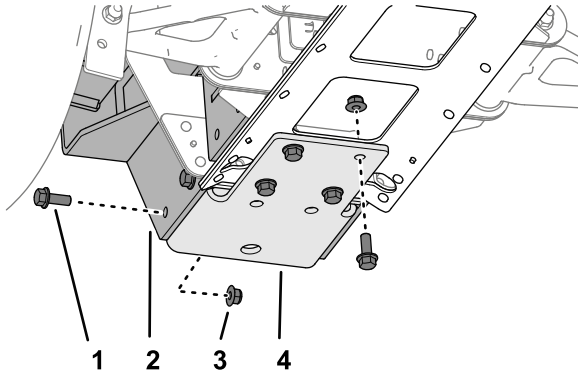
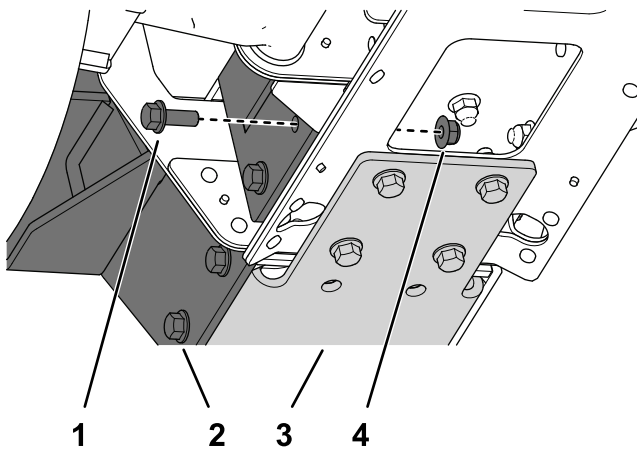
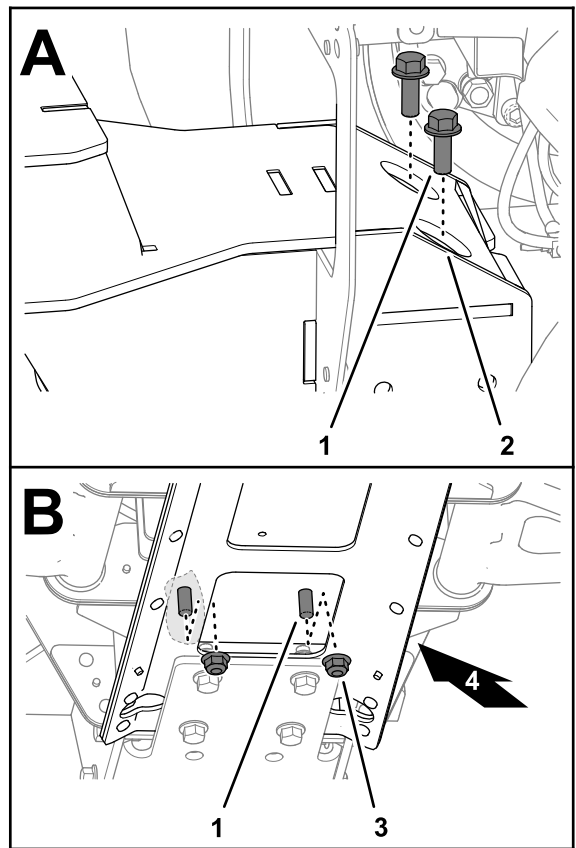

Figura 57
Figura 58
Figura 59
1. Montate il supporto del raccattapalle e la staffa inferiore sul canale del telaio anteriore e la piastra del canale centrale (Figura 57, Figura 58 e Figura 59) con i 14 bulloni flangiati ($\frac{3}{8}$ " x 1") e 14 dadi di bloccaggio flangiati ($\frac{3}{8}$ ").